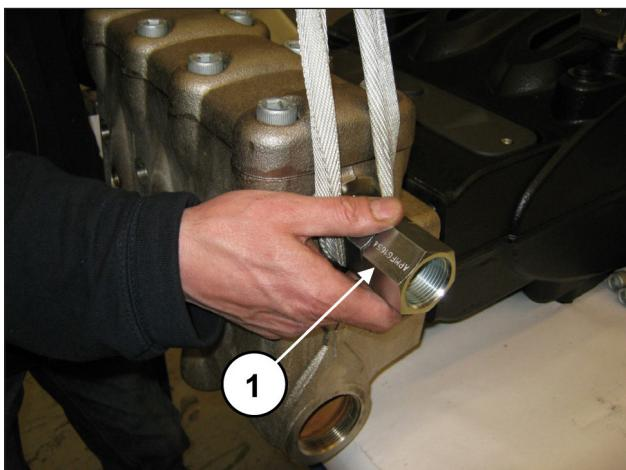

Fig. 108
Durante a desmontagem do cabeçote, preste atenção especial para não bater os pistões (pos. ①, Fig. 108).